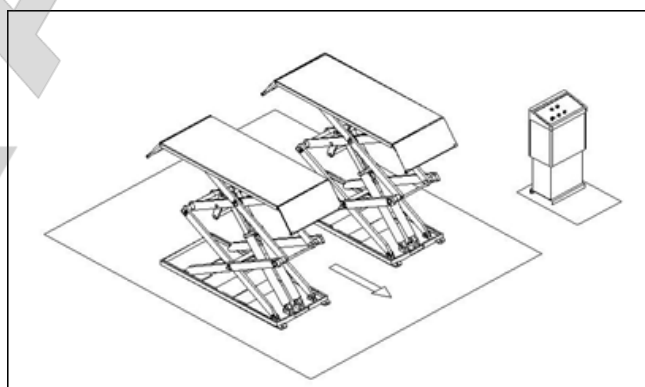

Рис. 7
- Убедиться в том, что автомобиль правильно установлен на платформах (рис. 7).